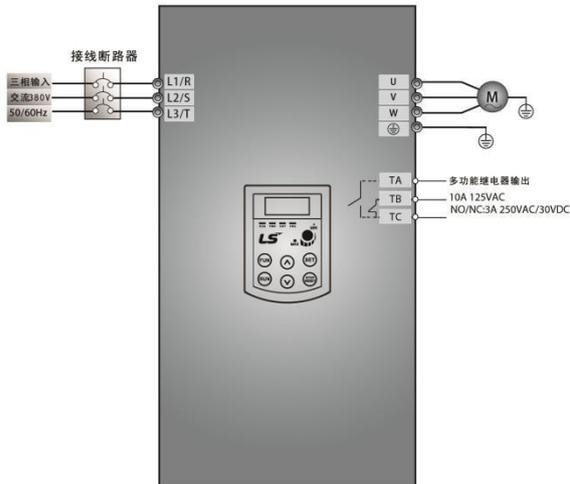

图 5-1 接线图 1
- (1) 按图 5-1 配线，检查接线正确后，合上空气开关，变频器上电；
- (2) 按 FUN 键，进入编程菜单。
- (3) 进行电机参数测量
- (2) 按 FUN 键，进入编程菜单；
- (3) 进行电机参数测量；操作步骤与例 1 完全相同。
- (4) 设置变频器的功能参数；